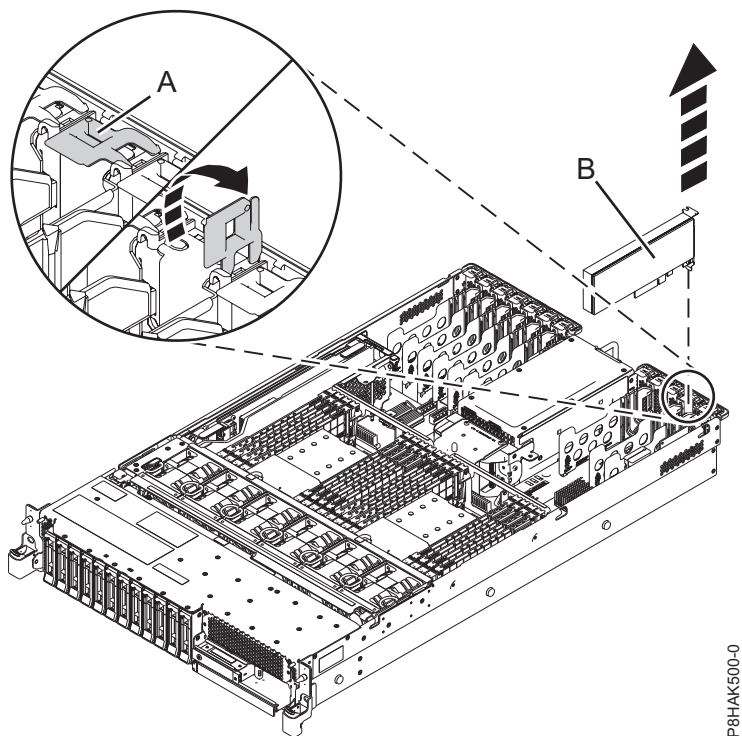

Figura 25. Extracció d'un adaptador PCI d'un sistema muntat en bastidor
7. Agafeu amb compte l'adaptador (B) per la part de dalt o la contrapunta i extraieu-lo de la ranura, tal com es mostra a la Figura 25 i Figura 26 a la pàgina 45.